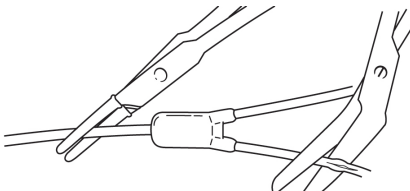

Fig. 11
2. Knip het beschadigde gedeelte van de extensie-tubing zodanig af dat er voor de reparatie nog voldoende lengte overblijft (fig. 11).